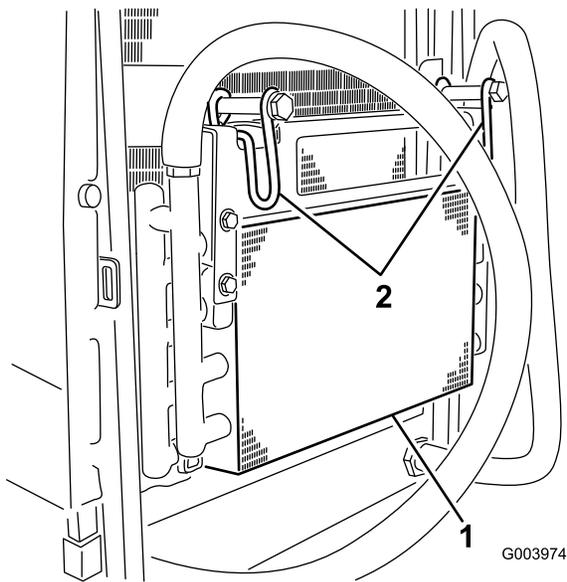

Рисунок 61
- Поверните защелки внутрь, чтобы освободить маслоохладитель (Рисунок 61).